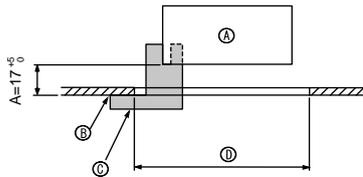
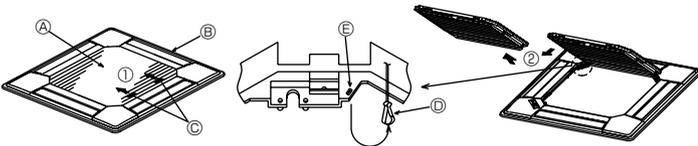
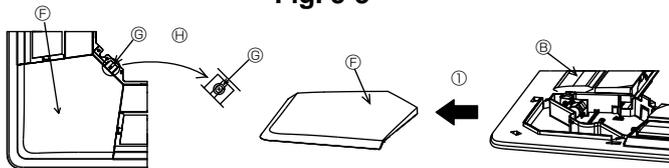

Fig. 5-2
Fig. 5-3
Fig. 5-4
①	Dimensões da grelha	1	950 × 950 (mm)
②	Parafuso com anilha fixa	4	M5 × 0,8 × 25
③	Manómetro	1	(Dividido em quatro partes)
④	Fecho	3
⑤	Parafuso	4	4 × 8
⑥	Parafuso	1	4 × 12
⑦	Painel de canto i-see sensor	1	para PLP-6BAE
5.2. Preparar a fixação da grelha (Fig. 5-2)
- Utilizando o manómetro ③ fornecido com este kit, ajuste e verifique a posição da unidade em relação ao tecto. Se a unidade não estiver adequadamente posicionada em relação ao tecto, poderá permitir a existência de fugas de ar ou provocar a acumulação de condensação.
- Ⓒ Manómetro ③ (inserido na unidade)
5.2.1. Remoção da grelha de admissão (Fig. 5-3)
- Deslize as alavancas na direcção indicada pela seta ① para abrir a grelha de admissão.
- Com a grelha de admissão na posição "aberta", retire a dobradiça da grelha de admissão da grelha tal como indicado pela seta ②.
5.2.2. Remoção do painel de canto (Fig. 5-4)
- Retire o parafuso do canto do painel de canto. Deslize o painel de canto tal como indicado pela seta ① para remover este painel.
[Fig.5-3, 5-4]